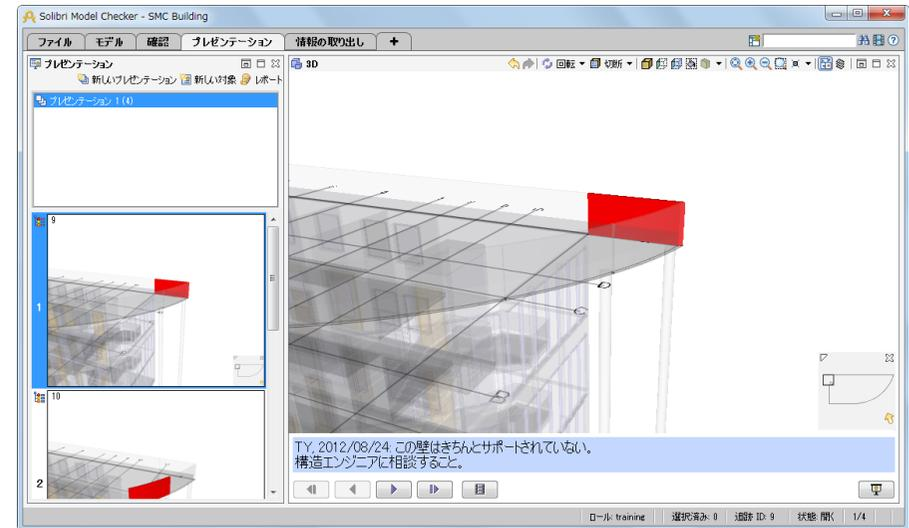

図58 プレゼンテーションビュー
- 3) 新しいプレゼンテーションが作成されました。「プレゼンテーションビュー」に最初のスライドが表示されます。(図58を参照) 他のスライドを選択すると保存されたビューポイントへ移動します。